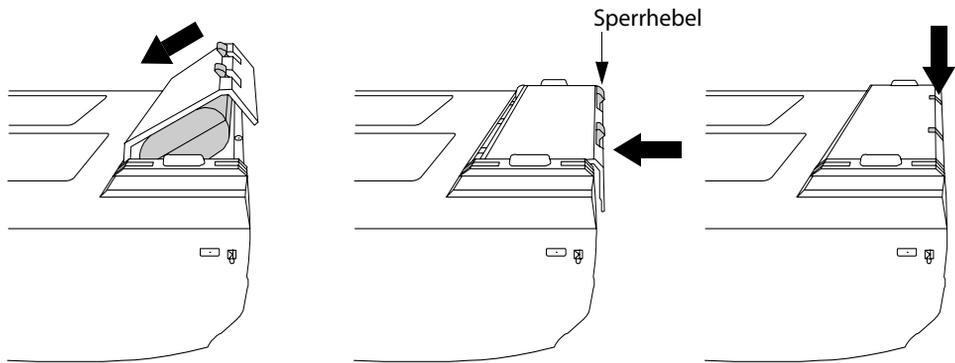

Abbildung 1 Einsetzen der Batterie in das System
3	Die Batterie leicht angestellt in das Batteriefach einsetzen. Siehe <a href="#">Abbildung 1</a> auf Seite 12.
- 2 Die CompactFlash-Karte in den vorderen Steckplatz im Ultraschallsystem einsetzen. Siehe Abbildung 1 auf Seite 6.
- 2 Die Auswurf-taste am vorderen Kartensteckplatz drücken, damit die Taste an der Außenseite des Systems hervorsteht. Siehe Abbildung 1 auf Seite 6.